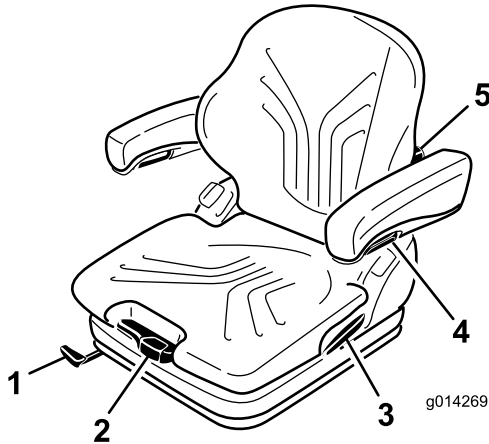

図 11
そして、体重調整レバーを使って、運転する人の体重に合わせます (図 11)。
1. 調整は、レバーを引き上げてシートのロックを解除して行います (図 11)。
調整ノブを上に戻すと背もたれの上部の湾曲の調整ができます。調整ノブを下に戻すと背もたれの下部の湾曲の調整ができます () 図 11。
アームレストの高さを調整するには、カバーについている丸いキャップ (図 11) を外し、裏側にある六角ナット (13 mm) をゆるめて高さを調整し、その位置でナットを締めつけます。ナットにキャップを取り付けます。
アームレストの角度はノブを回して調整します (図 11)。
ロックレバーを引いてバックレストキャッチを外します（図 11）。この時、背もたれにもたれかかるなどして力を掛けないようにしてください。